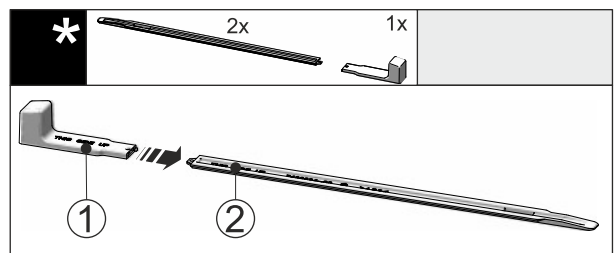

Fig. 42
- ▶ Inserire l'impugnatura di montaggio Fig. 42 (1) sulla guida di livellamento Fig. 42 (2).